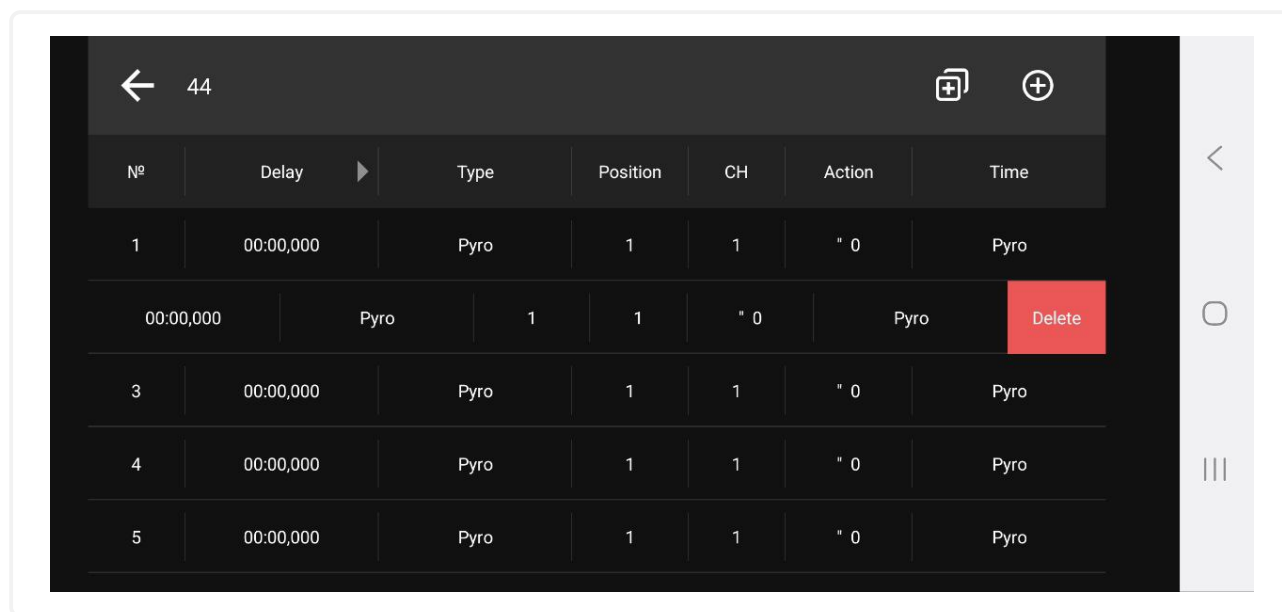

Рис. 25: Экран удаления позиций программы
2. Потяните строку влево (см. рис. 25)